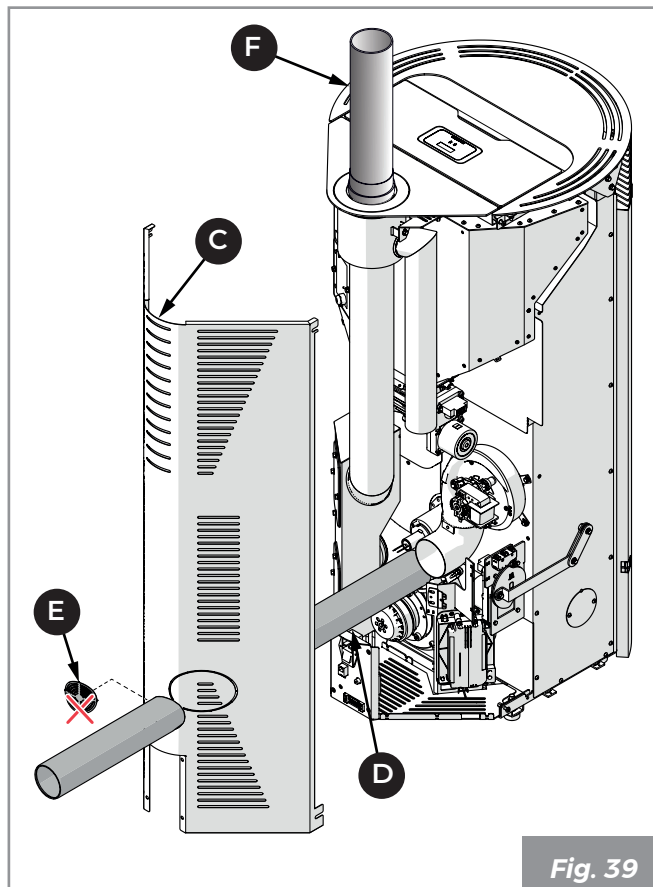

Fig. 39
- Retirer la tôle pré-coupée (E) sur le panneau arrière (C) et faire passer le tuyau flexible (D) pour le raccorder à une prise d'air externe (Fig. 39).
- Remonter le panneau arrière (C) et les panneaux latéraux (A) et (B) en procédant dans le sens inverse aux descriptions précédentes.
- Raccorder le tube d'évacuation de la fumée (F) (Fig. 39).